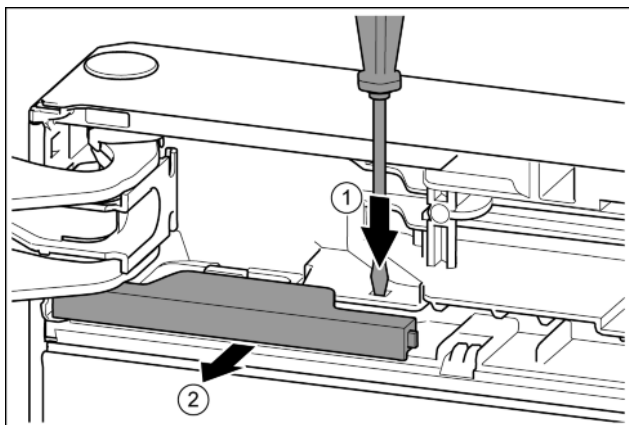

Fig. 14
- ▶ Nakładkę wcisnąć przy pomocy śrubokręta. *Fig. 14 (1)*
- ▶ Wyciągnąć osłonę z blokady. *Fig. 14 (2)*